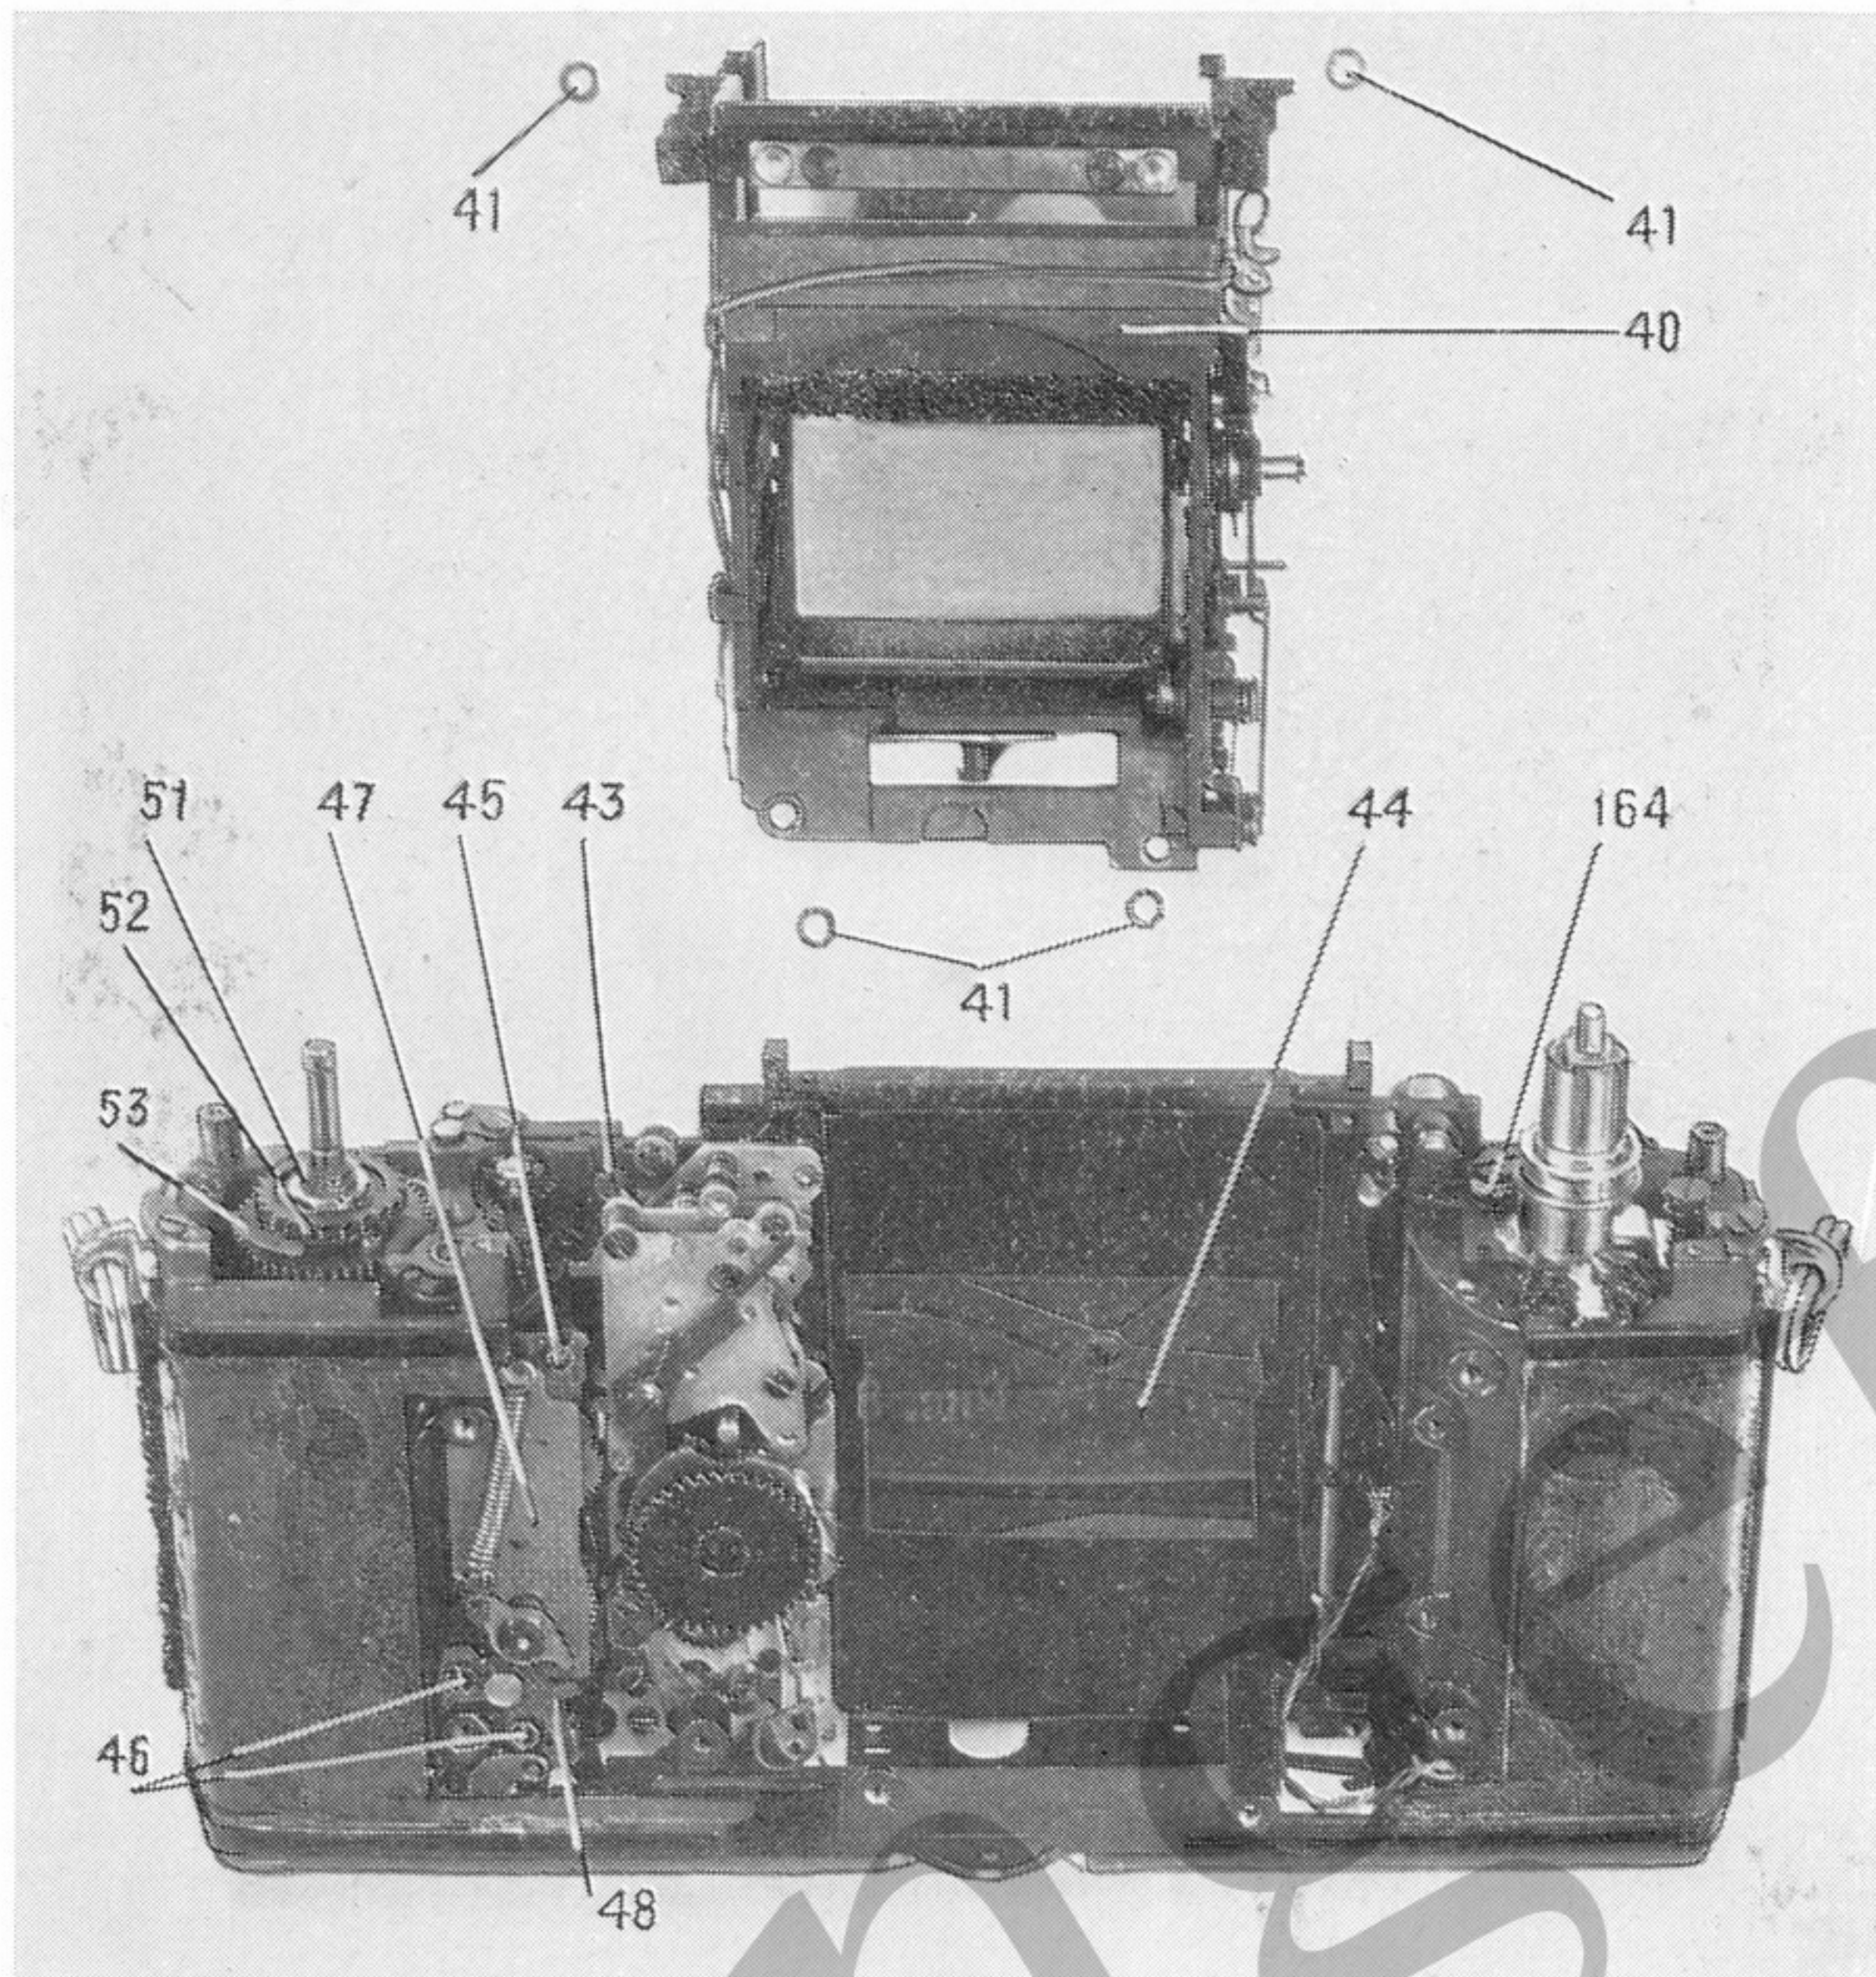

Рис. 10
4.17. Отверните два винта 43 (см. рис. 10), крепящие затвор. Выньте механизм затвора 44 из корпуса фотоаппарата.
4.20. Отверните гайку 51 (см. рис. 10), снимите с оси храповик 52 и шайбу 53.